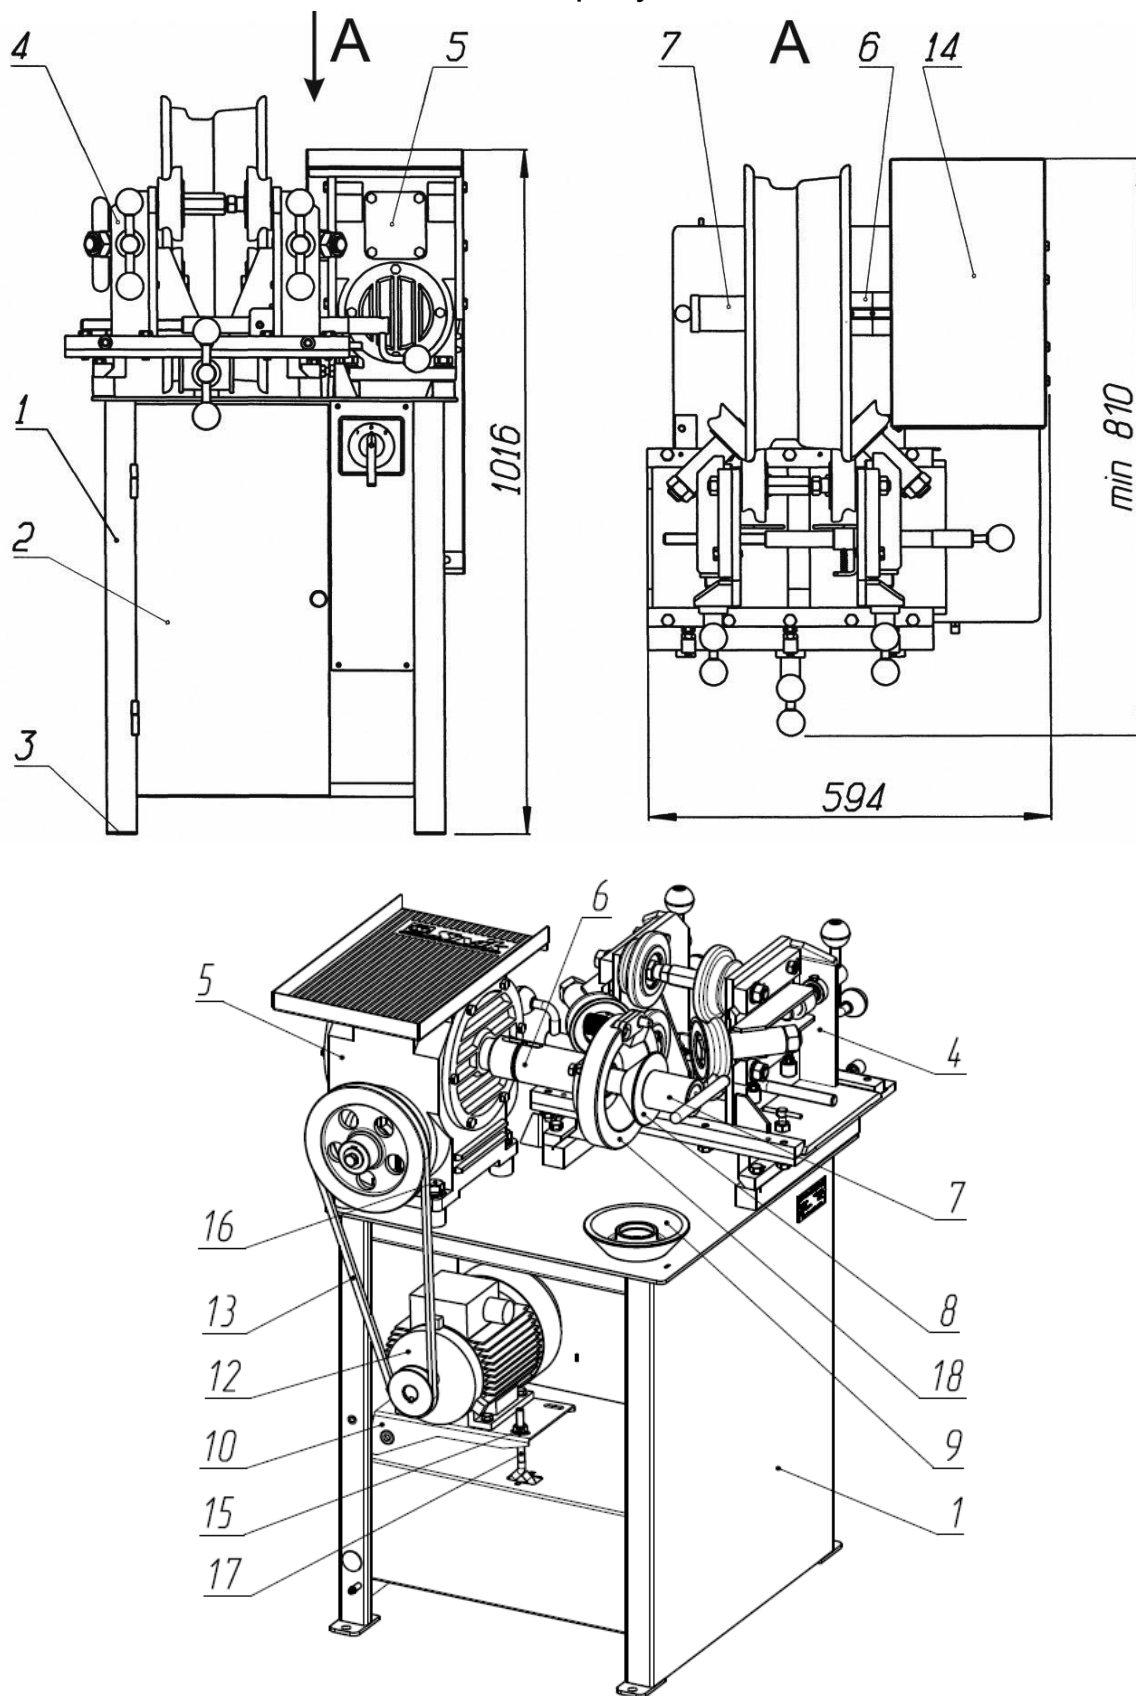

Рисунок 4.1 - Устройство станда
6.2.1 Подвести большие правильные Ролики 34 (рис.3) к полкам обода колеса. Должно производиться одновременное касание обода к четырем роликам 34. Допуск не параллельности оси колеса и оси роликов по горизонтали и вертикали должен составлять не более  $\pm 0,5$  мм. Болты 16 (рисунок 4.1) затянуть до отказа, соблюдая равномерность затяжки.